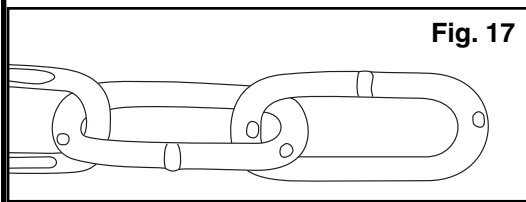
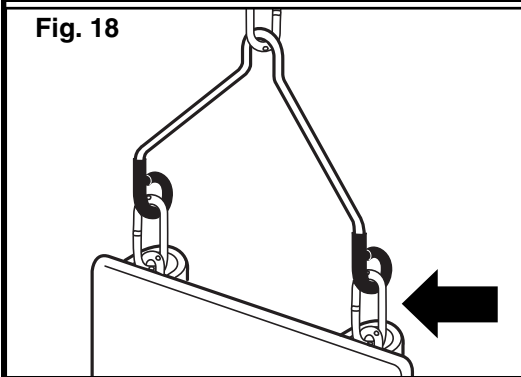

Fig. 17
Fig. 18
2. Place one covered chain onto each harness so that it fits at the top of the V-hanger. Insert uncoated chains to bottom vinyl hooks of V-hanger.(Fig. 17). Crimp harness end closed.
CAUTION: It is important that you crimp harness ends completely closed before using (see Fig. 18). Place end of harness with hooks on a hard surface and force hooks closed with a hammer or squeeze closed with a pliers until parts are touching.
2. Coloque una cadena con recubrimiento en cada arnés, de manera que se ajuste a la parte superior del colgadero en V. Inserte cadenas sin recubrimiento en los ganchos inferiores de vinilo del colgadero en V. (Fig. 17). Cierre el extremo del arnés a presión. **PRECAUCIÓN: Es importante cerrar a presión los extremos del arnés de manera tal que queden completamente cerrados antes de usarlo (ver la Fig. 18). Coloque el extremo del arnés con ganchos en una superficie dura y cierre los ganchos con un martillo o con alicates hasta que se toquen las partes. ADVERTENCIA: los ganchos abiertos pueden causar cortes profundos.**
2. Placez une chaîne gainée dans chaque harnais afin qu'elle s'adapte à la partie supérieure du support en V. Insérez les chaînes sans gaine dans les crochets de vinyle de la partie inférieure du support en V (fig. 17). Refermez l'extrémité du harnais. **ATTENTION : Il est important de refermer complètement les extrémités du harnais avant d'utiliser l'équipement (voir la fig. 18). Placez les extrémités en crochet des harnais sur une surface dure et fermez l'ouverture à l'aide d'un marteau ou utilisez une pince et serrez jusqu'à ce que les deux parties de l'anneau se touchent. AVERTISSEMENT : Des crochets ouverts peuvent causer des coupures profondes.**